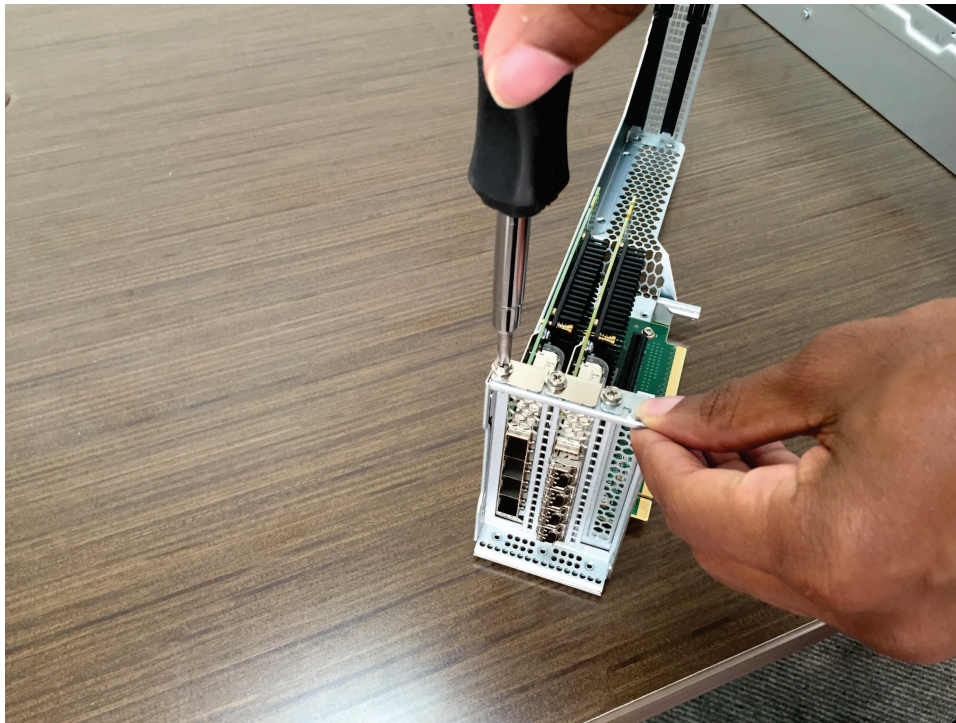

図 153. 留めねじの取り外し
2. 図 153 に示すように、アダプター・アセンブリーにアダプターを固定している留めねじを取り外します。